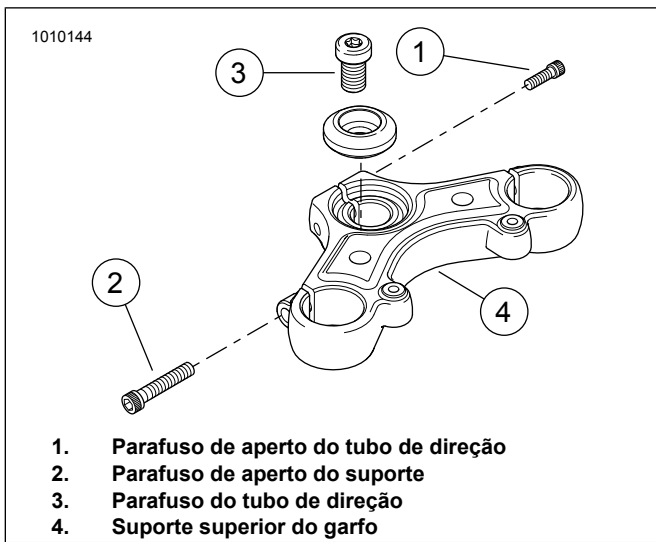
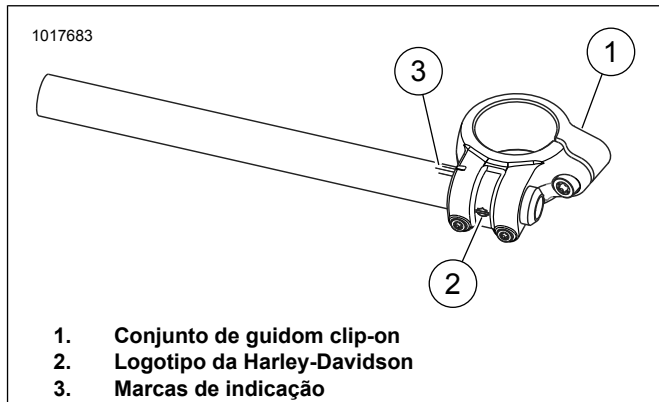
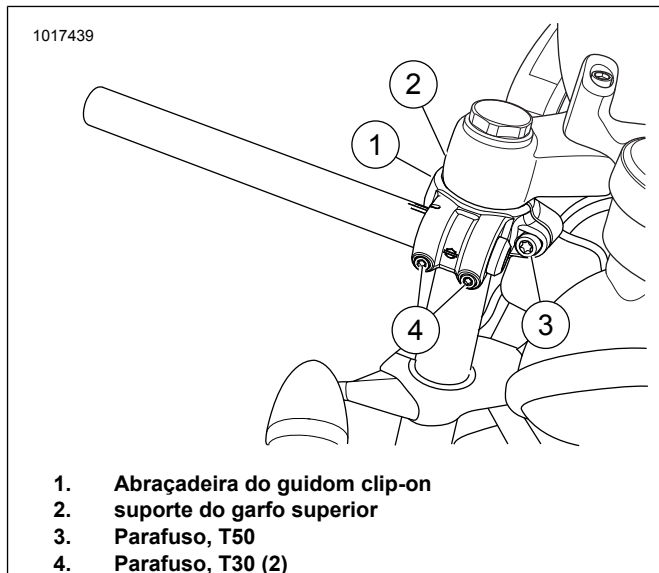

Figura 1. Suporte superior do garfo
Figura 2. Guidom clip-on (lado direito mostrado)
Figura 3. Instalação do guidom clip-on
1. Veja Figura 1. Afrouxe o parafuso de aperto do tubo de direção (1).
2. Afrouxe os parafusos de aperto do suporte superior (2).
3. Remova o parafuso do tubo de direção (3).
4. Afrouxe os parafusos do suporte superior (2).
5. Remova o suporte superior do garfo (4).
6. Consultar Figura 2. Deslize o conjunto do clip-on (1) sobre o tubo interno. O logotipo da Harley-Davidson (2) deve estar do lado direito superior, voltado para fora.
7. A marca de indicação do centro (3) deve estar alinhada com o indicador na abraçadeira.
10. Consultar Figura 1. Coloque o suporte do garfo superior no lugar.
11. Instale o parafuso do tubo de direção (3). Aperte com os dedos por enquanto.
12. Instale os parafusos de aperto do suporte (2). Aperte com os dedos por enquanto.
13. Consultar Figura 3. Deslize os conjuntos de clip-on para cima nos tubos internos até que eles entrem em contato com a parte inferior do suporte do garfo superior.